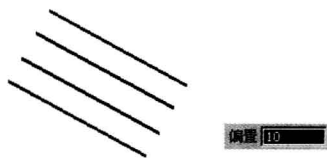

图 2.8.20 直线的偏置（二）
- 如需要偏置多条直线，可以在上述 Step4 中，在图形区合适的位置继续单击，然后单击中键完成，结果如图 2.8.20 所示。